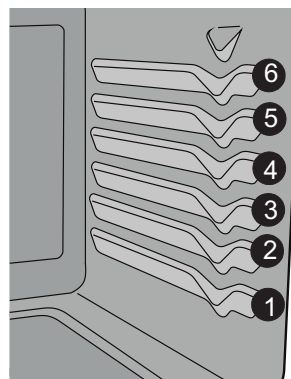

Figure 22 : Emplacement des grilles pour les fours à éléments de cuisson visibles ou dissimulés.
- Pour de meilleurs résultats lors de la cuisson des gâteaux ou des biscuits sur deux grilles, voir à les placer en position 3 et 5 (voir Figure 22).